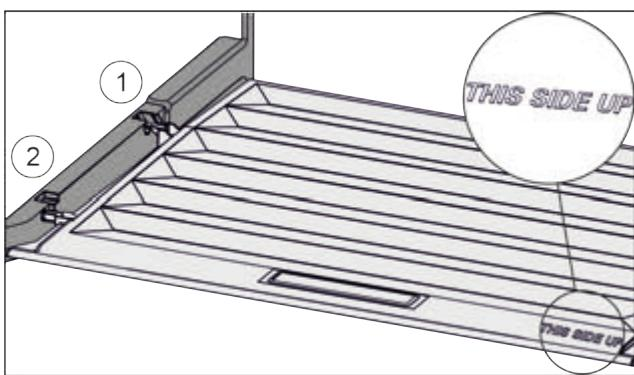

Fig. 110
- Вставить поперечні ребра через отвір заднього тримача Fig. 110 (1) і зафіксувати спереду у тримачі Fig. 110 (2).